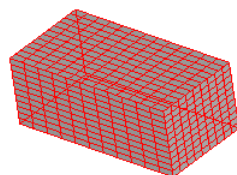

图 6.2.8 封闭曲面
- 选中 ☒ **封闭端** 复选框，使曲面特征的两端部封闭。注意：对于封闭的截面草图，才可选择该项（见图 6.2.8）。